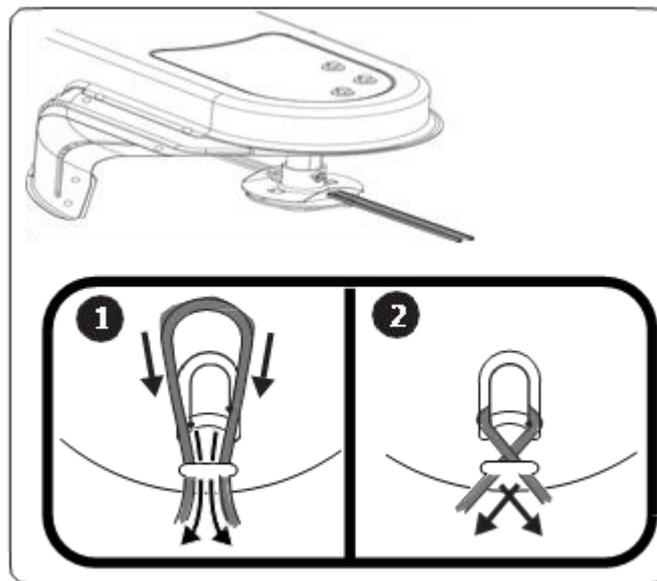

Figure 5-3
4. Croisez les extrémités du fil et tirez-les fermement pour fixer le fil de coupe en place. Voir la figure 5-3